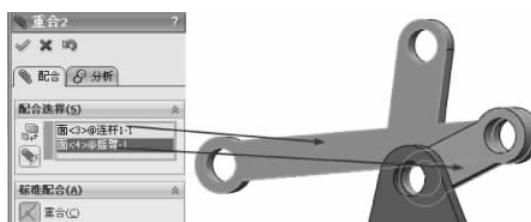

图 3-215 重合配合
(4) 继续进行配合约束,选择【标准配合】选项组下的【重合】配合类型  ,在【要配合的实体】选择框  中选择如图 3-215 所示的面,其他保持默认,单击【确定】按钮  ,完成重合配合。